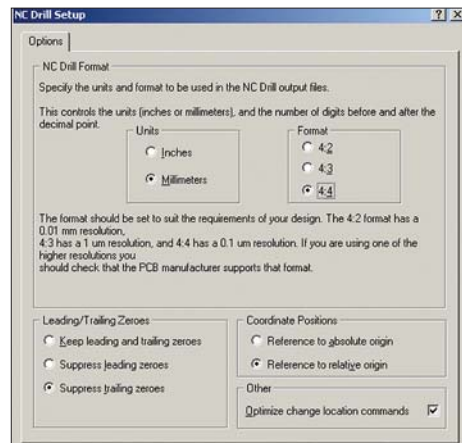

Рис. 23. Настройка формата файлов NC Drill
1. Находясь в редакторе печатных плат системы Protel DXP выполним команду меню File | Fabrication Outputs | NC Drill Files. На экране появится диалоговое окно NC Drill Setup (рис. 23).